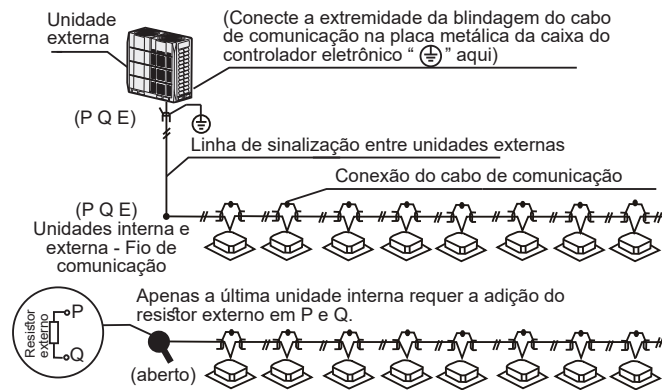

Figura 40
- O cabeamento de comunicação entre as unidades interna e externa deve conectar uma unidade após a outra através de encadeamento em margarida desde a unidade externa até a unidade interna final, a camada blindada deve estar devidamente aterrada, um resistor externo deve ser adicionado à última unidade interna para melhorar a estabilidade do sistema de comunicação (consulte a Figura 40).